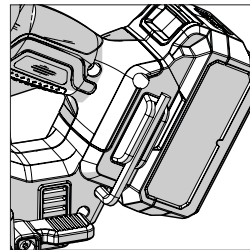

Abb. 1
- Der im Lieferumfang enthaltene Sechskantschlüssel für den Blattwechsel befindet sich im Aufbewahrungsfach des Geräts. (**Abb. 1**)